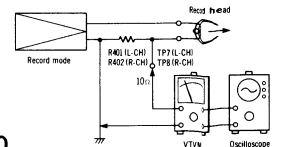

Fig. 20
H Vormagnetisierung Bedingung: * Vormagnetisierungsregler: Zentrum * Aufnahme * Wenn die Vormagnetisierung eines Kanals eingestellt ist, kann die des anderen durchaus abweichend sein. Meßgerät: * Röhrenvoltmeter * Oszillograf	<ol style="list-style-type: none"> 1. Den Meßaufbau zeigt Fig. 20. 2. Gerät auf "Aufnahme" und Bandlaufweg schalten. 3. Spannung vom Röhrenvoltmeter nach folgender Formel berechnen. $\text{Vormagnetisierungsstrom (A)} = \frac{\text{Spannung am Röhrenvoltmeter}}{10 \text{ (Ohm)}}$ <p style="text-align: center;">NORMALWERT: Ungef. Ungef. Ungef. Ungef.</p> 4. VR401 (linker Kanal) und VR402 (rechter Kanal) (Fig. 28) abgleichen.
<ol style="list-style-type: none"> Den Meßaufbau zeigt Fig. 20. Gerät auf "Aufnahme" und Bandwahlschalter auf "Normal" schalten. Spannung vom Röhrenvoltmeter ablesen und Vormagnetisierungsstrom nach folgender Formel berechnen: $\text{Vormagnetisierungsstrom (A)} = \frac{\text{Spannung am Röhrenvoltmeter (V)}}{10 \text{ (Ohm)}}$ <div style="border: 1px solid black; padding: 5px; margin: 5px 0;"> <p>Ungefähr 2.2mA (Metal position), Ungefähr 1.6mA (CrO₂ position), Ungefähr 1.3mA (Fe-Cr position), Ungefähr 1.1mA (Normal position).</p> </div> VR401 (linker Kanal) und VR402 (rechter Kanal) abgleichen (S. Fig. 28).
<p>㊦ Bias current</p> <p>Condition:</p> <ul style="list-style-type: none"> * Bias adjustment control ... Center * Record mode * When bias current is adjusted on one channel only, note that bias current on the other channel may vary. <p>Equipment:</p> <ul style="list-style-type: none"> * VTVM * Oscilloscope 	<ol style="list-style-type: none"> 1. Test equipment connection is shown in fig. 20. 2. Place UNIT into record mode, and tape selector to "Normal". 3. Read voltage on VTVM and calculate bias current by following formula: $\text{Bias current (A)} = \frac{\text{Value read on VTVM (V)}}{10 (\Omega)}$ <div style="border: 1px solid black; padding: 5px; text-align: center;"> <p>Standard value: around 2.2mA (Metal position), around 1.6mA (CrO₂ position), around 1.3mA (Fe-Cr position), around 1.1mA (Normal position)</p> </div> <ol style="list-style-type: none"> 4. Adjust VR401 (L-CH), VR402 (R-CH) (See fig. 28).